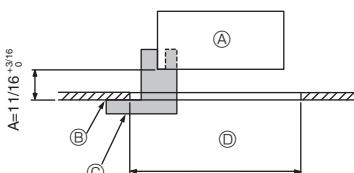

Fig. 9-2
① Grille	1	950 × 950 (mm), 37-3/8 × 37-3/8 (pouces)
② Schéma d'installation	1	(divisé en 4 parties)
③ Vis (4 × 16)	1	pour PLA-A-EA*
④ Panneau en coin i-see sensor	1	pour PLA-A-EA*
9.2. Préparation avant d'attacher la grille (Fig. 9-2)
- À l'aide de la jauge ② fournie avec ce kit, ajustez et vérifiez la position de l'appareil principal par rapport au plafond. Si l'appareil principal n'est pas correctement positionné par rapport au plafond, des fuites d'air peuvent se produire et provoquer un phénomène de condensation.